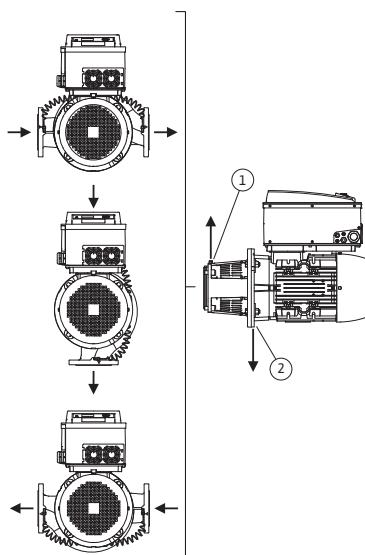
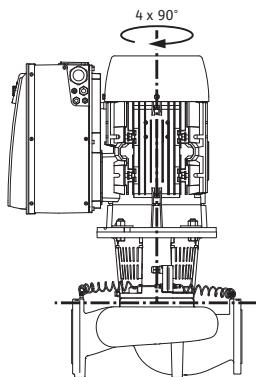

Fig. 18: Zulässige Einbaulagen mit horizontaler Motorwelle
Fig. 19: Zulässige Einbaulagen mit vertikaler Motorwelle
Die zulässigen Einbaulagen mit horizontaler Motorwelle und Elektronikmodul nach oben (0°) sind in Fig. 18 dargestellt. Nicht abgebildet sind die zulässigen Einbaulagen mit seitlich montiertem Elektronikmodul ($+/- 90^\circ$). Jede Einbaulage außer „Elektronikmodul nach unten“ (-180°) ist zulässig. Die Entlüftung der Pumpe ist nur gewährleistet, wenn das Entlüftungsventil nach oben zeigt (Fig. 18, Pos. 1). Nur in dieser Position (0°) kann anfallendes Kondensat gezielt über eine vorhandene Bohrungen, Pumpenlaterne sowie Motor (Fig. 18, Pos. 2) abgeführt werden.
Die zulässigen Einbaulagen mit vertikaler Motorwelle sind in Fig. 19 dargestellt. Jede Einbaulage außer „Motor nach unten“ ist zulässig.
- Das Entlüftungsventil an der Laterne (Fig. 6, Pos. 1.31) muss bei horizontaler Motorwelle immer nach oben zeigen (Fig. 6a: und Fig. 6b:). Bei vertikaler Motorwelle ist jede Orientierung zulässig. Siehe hierzu auch Fig. 18: „Zulässige Einbaulagen mit horizontaler Motorwelle“ auf Seite 26 bzw. Fig. 19: „Zulässige Einbaulagen mit vertikaler Motorwelle“ auf Seite 26.
- Bei horizontaler Motorwelle ist die Lage der Kondensatbohrung nach unten erforderlich (Fig. 18, Pos.2). Gegebenenfalls muss der Motor entsprechend gedreht werden.